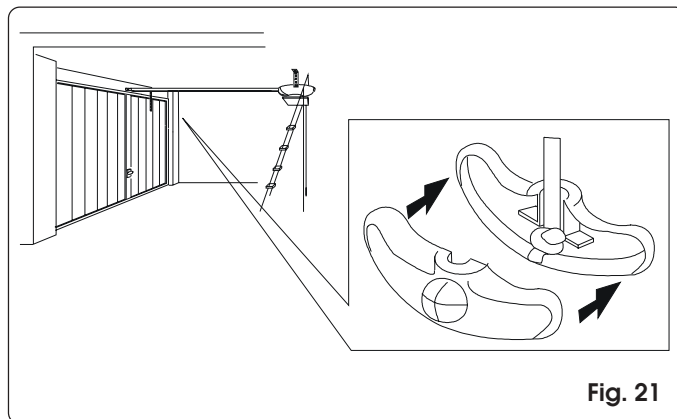

Fig. 21
- 2) Faire un noeud à l'extrémité de la corde et assembler la poignée de déverrouillage (fig. 21).